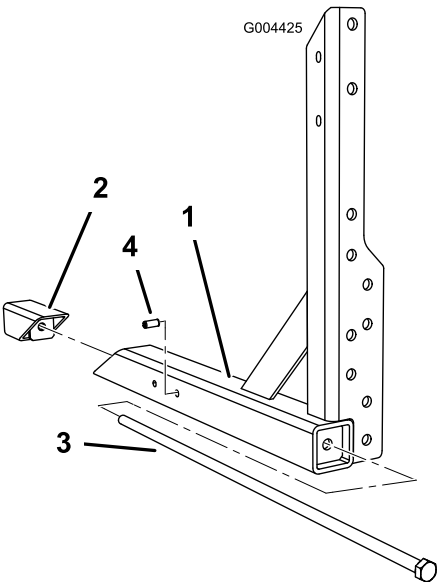

Figura 6
1. Pase el perno del bastidor por el montante e introdúzcalo en la cuña del bastidor (Figura 6).
2. Para los pulverizadores de césped 5700, instale un pasador cilíndrico en el orificio exterior, lo más cerca posible del soporte de ángulo (Figura 6).